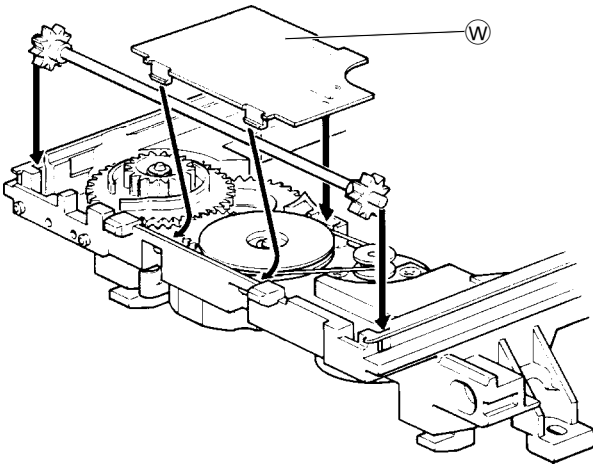

Fig. 11
- Abdeckung  $\text{W}$  (Fig. 11) ausrasten.
- Disengage the cover  $\text{W}$  (Fig. 11).